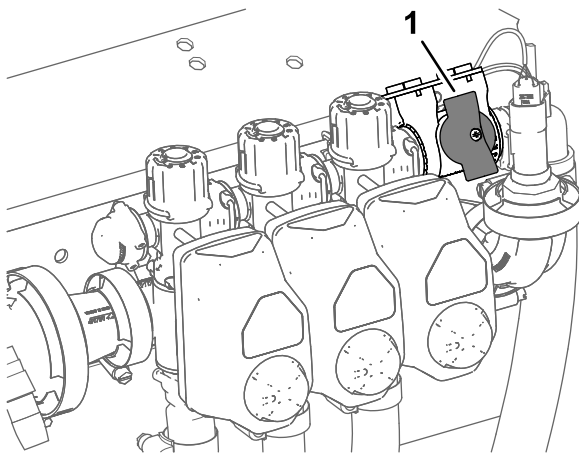

Bild 48
4. Stellen Sie für Maschinen im Dosierungsmodus sicher, dass das Handrad für das Abstellventil des Sicherheitsventils des Abschnitts in der geschlossenen Stellung ist (Bild 48).
5. Stellen Sie für Maschinen im Dosierungsmodus sicher, dass das Abstellventil des Sicherheitsventil des Abschnitts geschlossen ist (Bild 48).